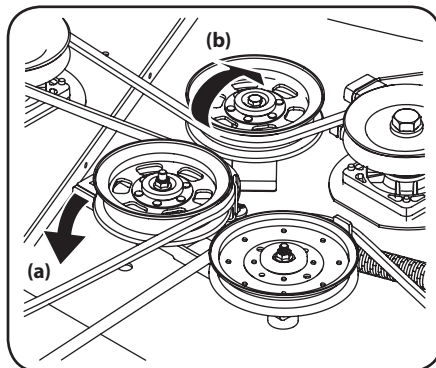

Figure 4-3
- b. Placez-vous à côté de la tondeuse de façon à faire pivoter le support de la poulie de tension et la poulie de tension vers l'arrière jusqu'à ce que vous puissiez soulever la courroie en « V » (a) par-dessus la poulie de tension (b). Voir Figure 4-3.
- a. Placez le levier de relevage du plateau de coupe à la position de démontage et d'installation (a) pour relever le plateau de coupe. Voir Figure 4-3.